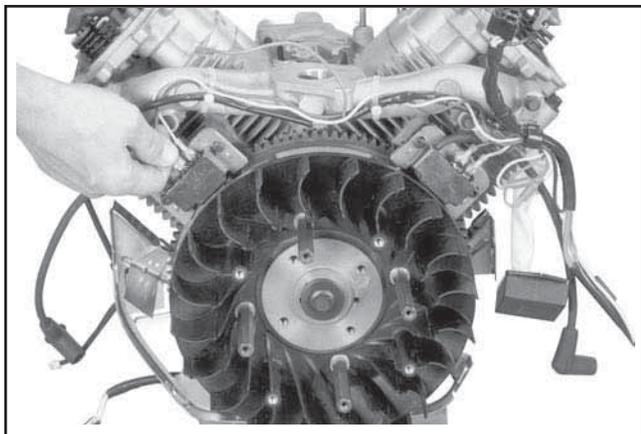

Figure 9-46. Déconnexion des câbles des modules d'allumage.
1. Déconnecter le câble(s)* de chaque module d'allumage. Voir la Figure 9-46. *Les modules des systèmes d'allumage autres que SMART-SPARK™ disposent seulement d'un câble général.